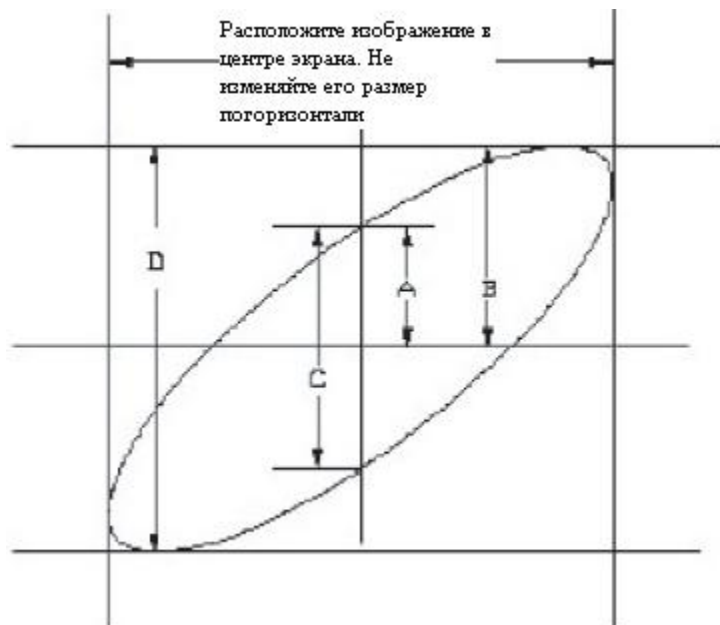

Рис. 3-7
9. Используя метод эллипса, Вы можете просмотреть, измерить или подсчитать разность фаз между сигналами двух каналов. (См. нижеприведённый рис. 3-7)